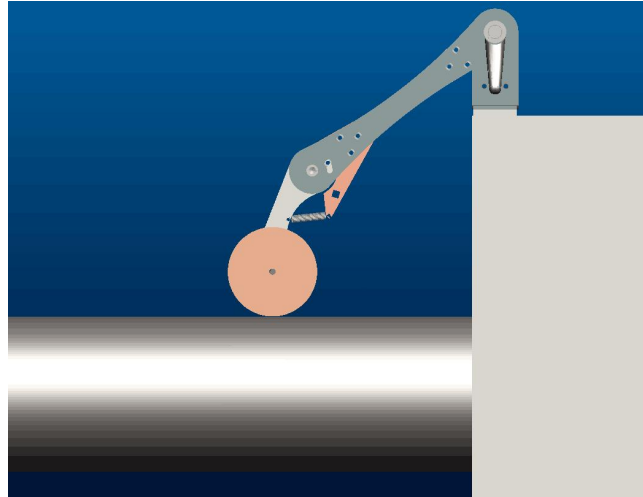

图 4
1、开机时的状态（如图 4），编码轮须与管材中心位置接触，且编码轮跟随管材前进一起转动。